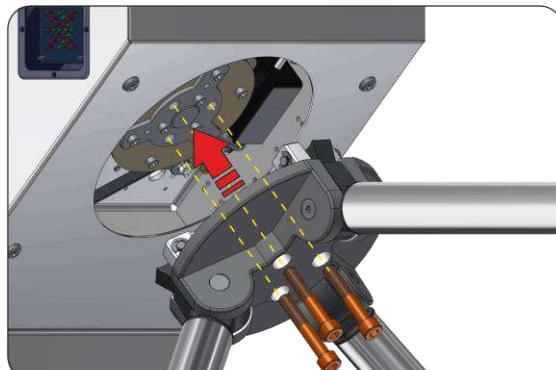

Рис. 15 – Встановлення ступиці з планками в корпус турнікету-триподу
а) Вручну розкладти планки(2) ступиці (1) (див.Рис. 15).